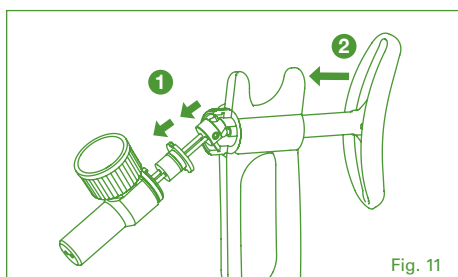

Fig. 11
Per montare nuovamente la siringa, far scivolare lo stelo di spinta (1) con la molla (2) nell'alloggio (5). Chiudere il fusto (10) con il cappuccio (9), avvitare sul porta flacone (11), e quindi introdurre l'assemblaggio degli aghi nel fusto (Fig. 11, ①) attraverso i fori del cappuccio del cilindro (9). Quindi, premere lo stelo di spinta e connettere l'assemblaggio aghi-fusto (Fig. 11, ②). Rilasciare lo stelo di spinta e avvitare il fusto sul resto della siringa.
Para reensamblar la jeringa, inserte la varilla impulsora (1) con el resorte (2) dentro del alojamiento (5). Cierre el cilindro (10) con la tapa del cilindro (9), enrosque el soporte del frasco (11) y luego introduzca el conjunto de agujas en el cilindro (Fig. 11, ①) a través de los orificios de la tapa del cilindro (9). A continuación, presione la varilla impulsora y conecte el conjunto cilindro-agujas (Fig. 11, ②). Suelte la varilla impulsora y enrosque el cilindro en el resto de la jeringa.
Para remontar a seringa, introduza a haste de acionamento (1) com a mola (2) no interior do encaixe (5). Feche o corpo (10) com a tampa do corpo (9), enrosque o suporte do frasco (11) e, em seguida, introduza o conjunto das agulhas no corpo (Fig. 11, ①) através dos orifícios da tampa do cilindro (9). De seguida, pressione a haste de acionamento e ligue o conjunto corpo-agulhas (Fig. 11, ②). Solte a haste de acionamento e enrosque o corpo no restante da seringa.